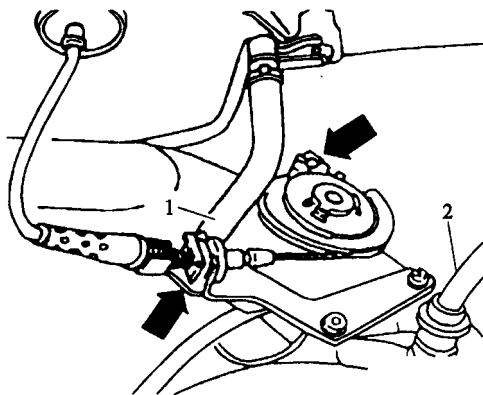

图 1-4 松开节气门拉索
14) 松开节气门拉索, 如图 1-4 箭头所示。拔下通向活性炭罐电磁阀的真空管 1、通向制动系真空助力器的真空管 2。